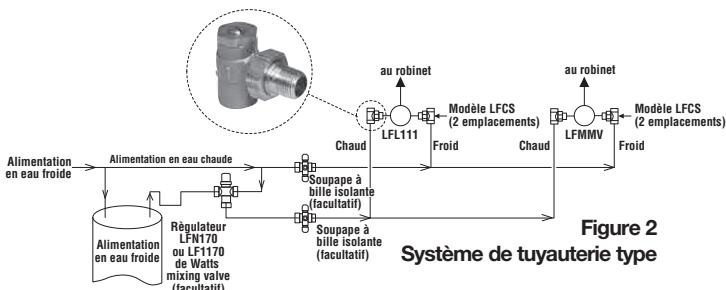

Figure 2
- Installez le corps LFCS sur la tuyauterie d'alimentation (Figure 2).